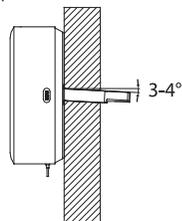

Рис. 3
- Установите угол наклона коронки таким образом, чтобы отверстие имело уклон 3-4° вниз в сторону улицы, как показано на Рис. 3, для того, чтобы осадки не смогли попадать с улицы внутрь помещения.